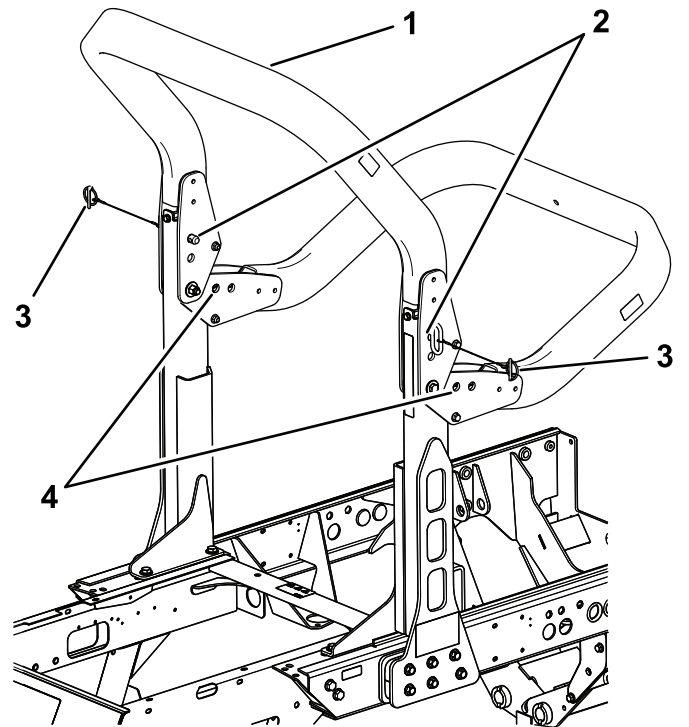

図 36
2. ROPSの上部フレームを支えておいて、ピボットブラケットからスナップピンとクレビスを外す 図 36。